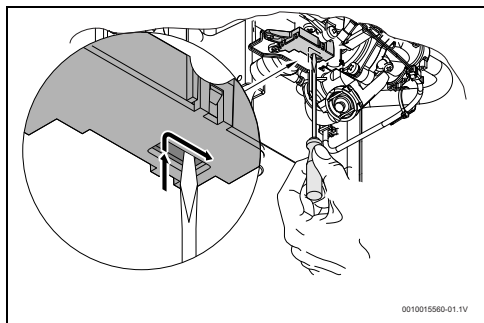

Fig. 29 Remettre le micro-interrupteur en place
- ▶ Positionner le micro-interrupteur selon la figure 29.